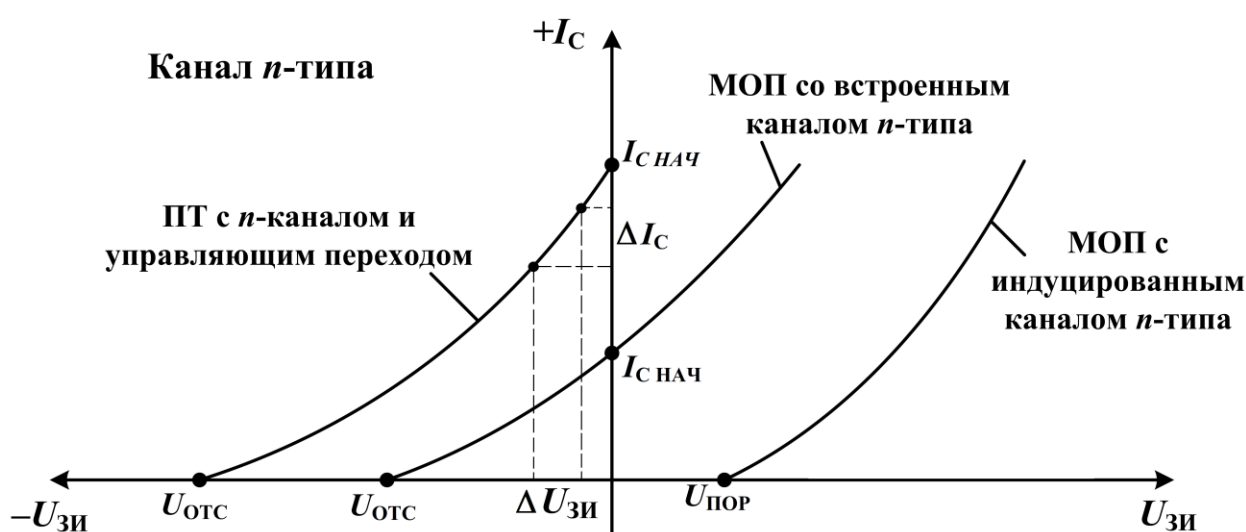

Рис. 1. Передаточные ВАХ различных ПТ с каналами n -типа
На рис. 1 показаны передаточные (проходные) вольт-амперные характеристики (ВАХ) полевых транзисторов (ПТ) с каналом n -типа. (Альтернативное название – сток-затворная характеристика.)
На рис. 1 для примера показано, как определяется крутизна S для полевого транзистора с управляющим p - n -переходом. Аналогичным образом она определяется и для других полевых транзисторов.
Зависимость тока I_c от напряжения $U_{зи}$ для полевого транзистора с управляющим p - n -переходом, как видно из рис. 1, нелинейна и может быть описана выражением
Крутизна S , как видно из рис. 1, не является постоянной величиной, особенно если ВАХ находится во втором квадранте. Продифференцировав, согласно (1), выражение (2), получим
В случае МОП-транзистора со встроенным каналом для $U_{зи} \geq 0$ величина S , как видно из рис. 1, может быть и больше параметра S_{max} , измеренного при $U_{зи} = 0$.
и 3, б, соответственно). Крутизна S определяется так же, как на рис. 1. Так, для рис. 3, а